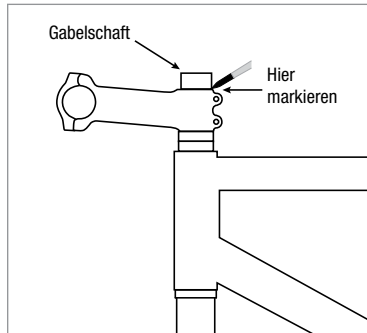

Abbildung 4
7. Verwenden Sie einen Filzstift mit feiner Spitze, um den Gabelschaft entlang der oberen Kante des Vorbaus zu markieren (Abb. 4).